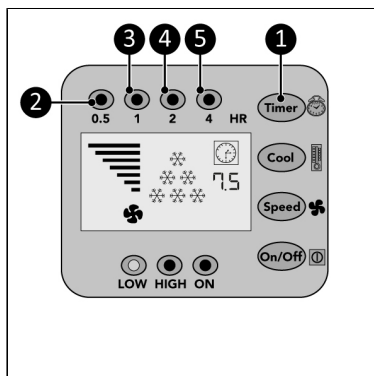

Figur 110.
1. Tryk gentagne gange på køleknappen (Figur 110, pos. 1) for at indstille den ønskede omgivelsestemperatur:
- 28 °C, displayet viser 1 køleindikator (Figur 110, pos. 4).
- 25 °C, displayet viser 2 køleindikatorer (Figur 110, pos. 3).
- 22 °C, displayet viser 3 køleindikatorer (Figur 110, pos. 2).
- <22 °C, displayet viser 6 køleindikatorer (Figur 110, pos. 2, 3 og 4).